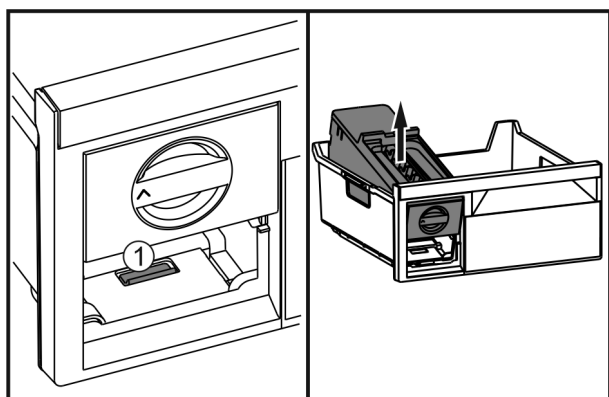

Fig. 48
- ▶ Wcisnąć nakładkę Fig. 48 (1), EasyTwist-Ice zdjąć od tyłu i wyjąć z szuflady zamrażalnika.